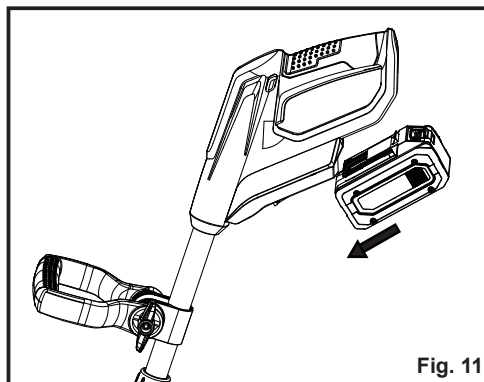

Fig. 11
2. Alignez la batterie avec le logement prévu à cet effet sous la poignée principale, puis insérez la batterie dans la poignée (Fig. 11).